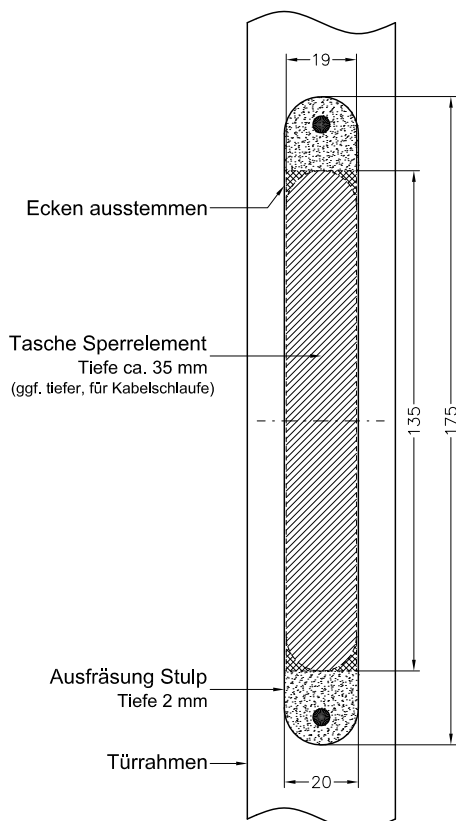
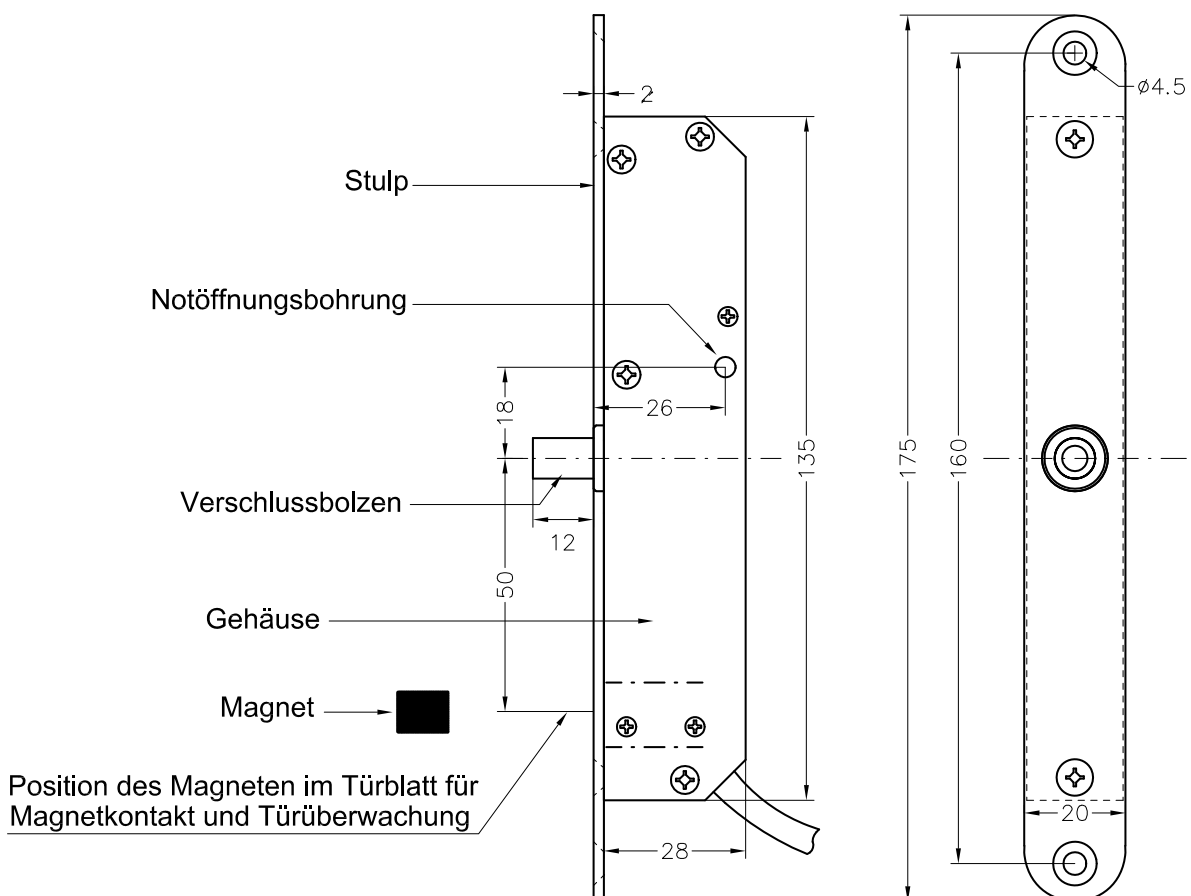

Bild 1: Montage Sperrelement
Bild 2: Einbaumaße Sperrelement
Die exakten Einbaumaße sind Bild 1 oder Bild 2 zu entnehmen. Nähere Angaben zur Notöffnung sind auf Seite 3 und Seite 11 zu finden.
Bei Verwendung des Magnetkontaktes den mitgelieferten Magneten neben dem Gegenstück in das Türblatt einbauen. Dazu eine Bohrung (\varnothing 8 mm, Tiefe = 10 mm) in das Türblatt einbringen. Die korrekte Position des Magneten aus Bild 2 entnehmen oder mit der beiliegenden Bohrschablone ermitteln.
- Nach Installation des Sperrelementes mit Hilfe der Bohrschablone oder anhand der Einbaumaße aus Bild 2 die Bohrung für die Notöffnung am Türrahmen markieren.